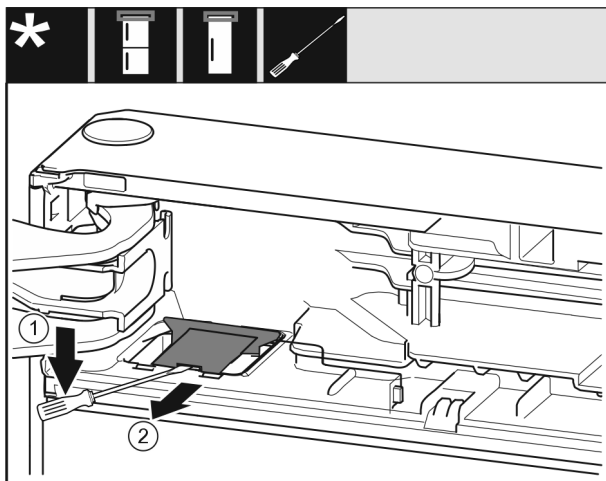

Fig. 9
- Atbrīvojiet pārsegu ar plakano skrūvgriezi un paceliet uz augšu. Fig. 9 (1)
- Izņemiet pārsegu. Fig. 9 (2)